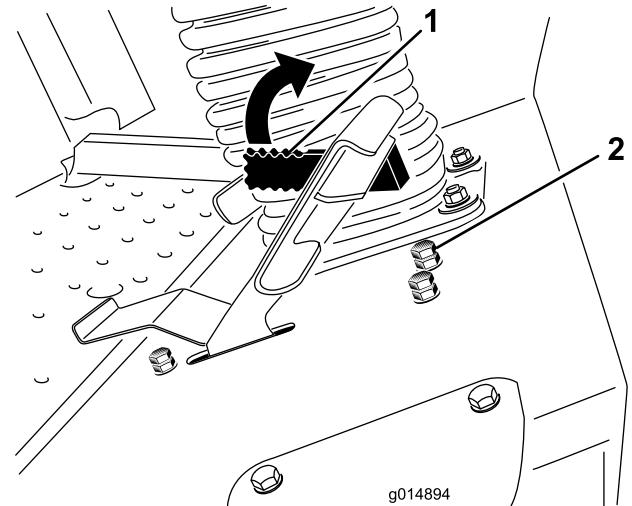

Figura 52
3. Liberte a porca de bloqueio do parafuso de paragem do limitador da velocidade (Figura 52).
A alavanca do limitador da velocidade de corte (Figura 52) pode ser movida para a frente para limitar a velocidade de tracção durante o funcionamento.